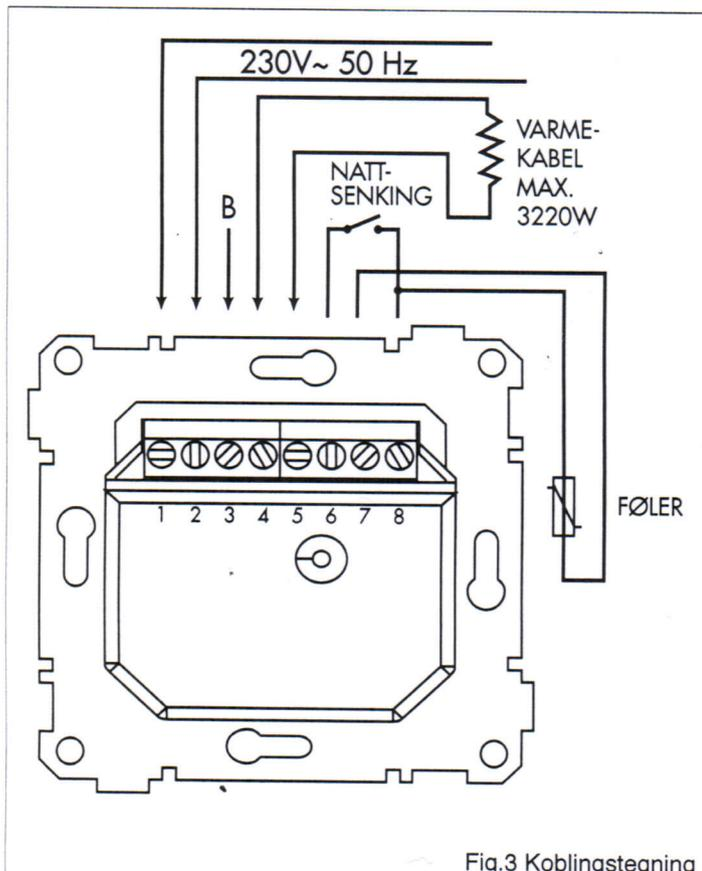

Fig.3 Koblingstegning
Føleren skal monteres i et plast installasjonsrør (anbefalt dimensjon min. 10 mm eller 3/8»), som er nedstøpt i gulvet. Installasjonsrøret skal tettes i enden. NB! Påse at føleren blir liggende midt mellom en av varmekabelsløyfene. Varmekabelens kalde ender bør legges i hvert sitt rør, som vist på Fig.2. Installasjonsboks ved gulv kan gjøre installasjonen lettere, men er ikke nødvendig. Både føler og kalde ender på varmekabel kan kobles direkte til regulatoren. Regulatorens klemme nr. 3 kan benyttes for evt. viderekobling av jordleder(Fig.3).
3. Tilkobling fra baksiden som koblingsskjemaet viser (Fig. 3) med 8 stk. 2.5 mm2 rekkeklemmer.